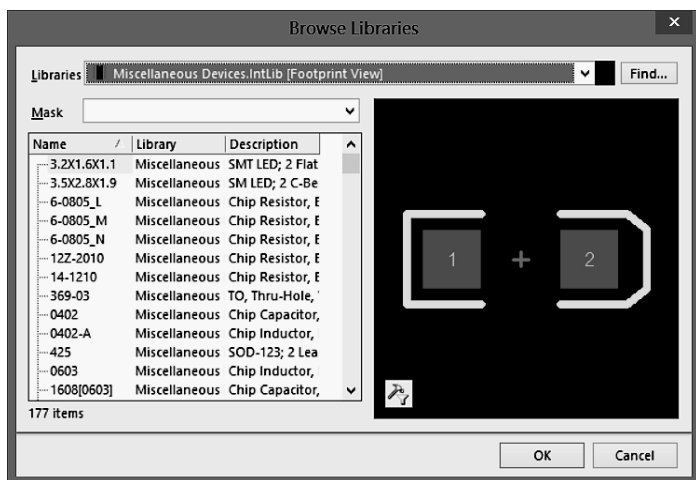

图 8-1-2 Browse Libraries 对话框
(2)单击 Place Component 对话框 Component Details 区域内的 Footprint 编辑框右侧的按钮，打开如图 8-1-2 所示的 Browse Libraries 对话框。